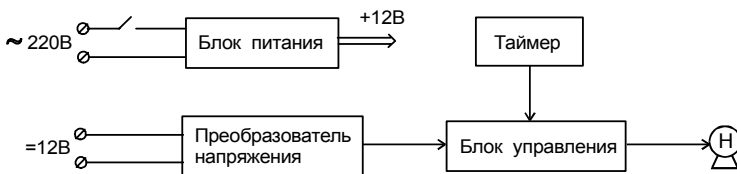

Рис.6 Блок – схема электрических соединений аспиратора "ОП".
5.4 Блок–схема электрических соединений аспиратора "ОП" представлена на рис.6